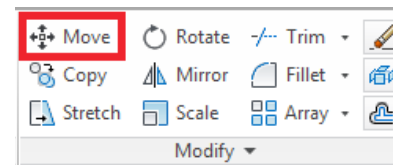

Рис. 26 Панель Modify (Редактирование)
- Функция **Move (Перенести)** позволяет двигать созданные объекты. Для этого необходимо выделить нужный объект и нажать на клавишу **Move (Перенести)** (Рис. 26).